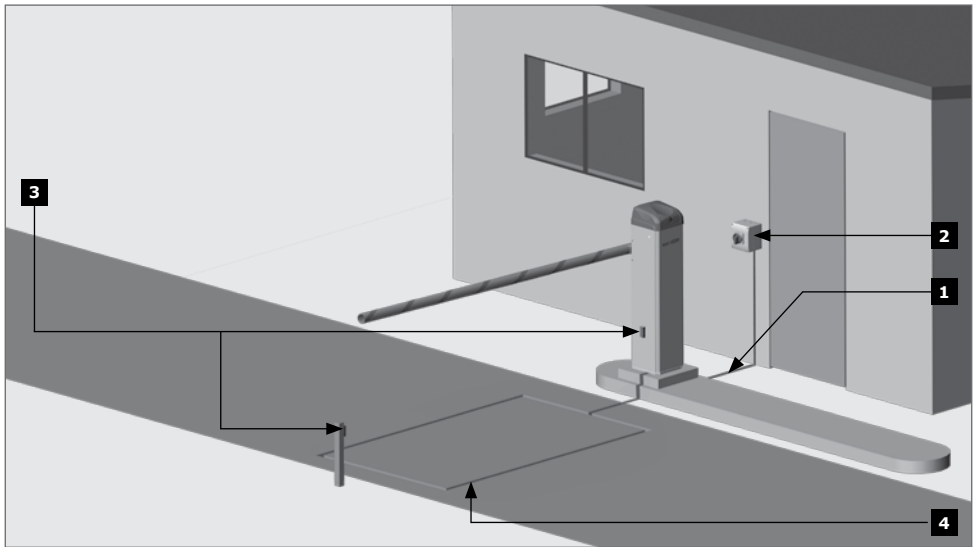

FIGURA 4. MODO SIMPLEX
- Los rayos de la Figura 4 son rayos de seguridad infrarrojos de fotoceldas inalámbricas.